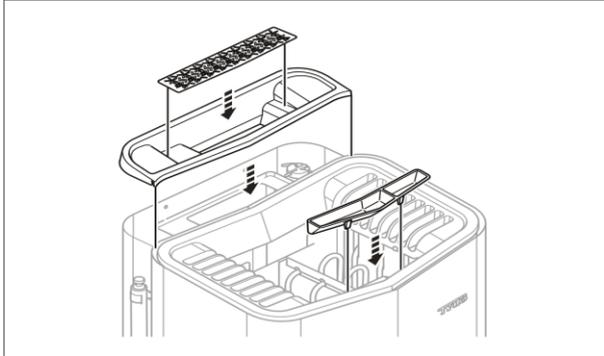

Fig. 13: Montaggio del coperchio per il serbatoio dell'acqua, della griglia delle erbe e del portaparfumi/umidificatore d'aria Pure.
11. Fit the cover for the water reservoir, herb grille and fragrance holder/air humidifier (see Figure 13).